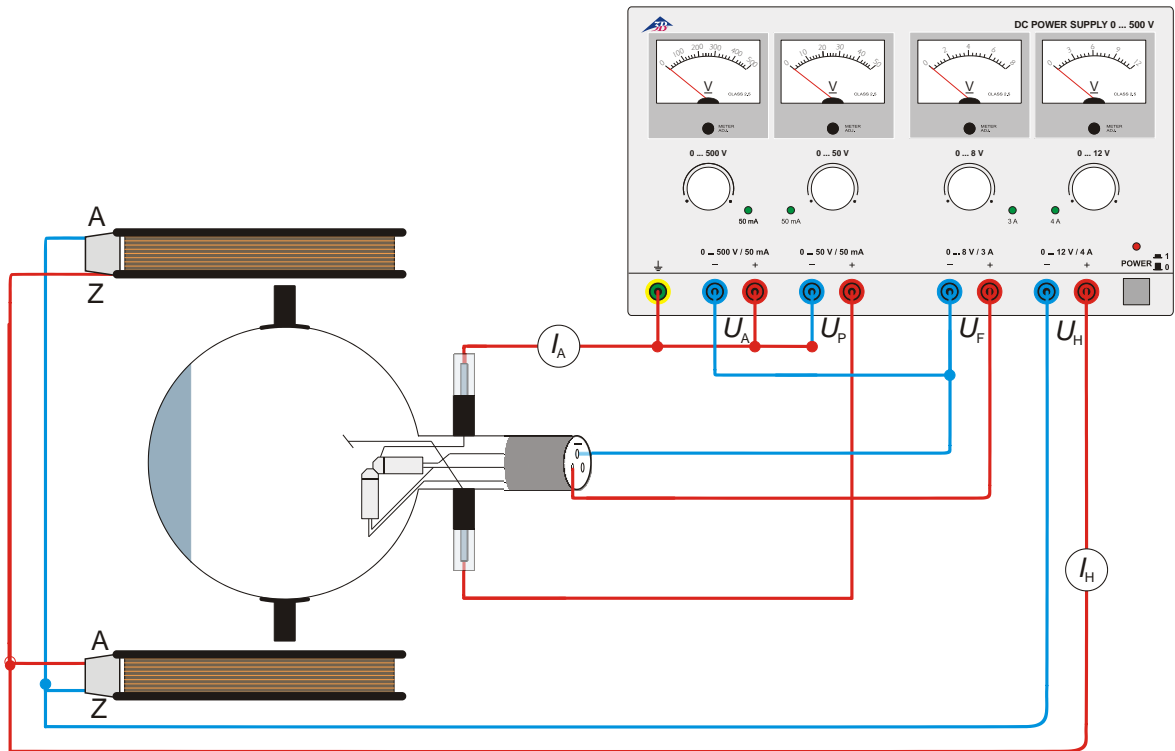

Fig. 4 Détermination de e/m avec le canon électronique axial
- Procédez au câblage du tube comme le montre la figure 4.